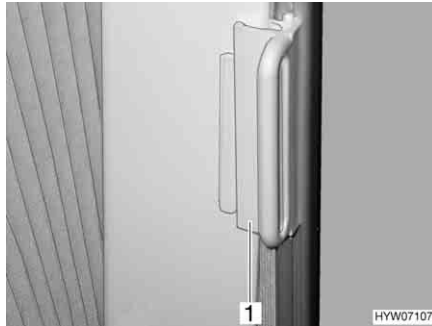

Fig. 22 Bloccaggio delle tendine oscuranti pieghevoli per il finestrino del conducente/passeggero
- Spingere le tendine oscuranti pieghevoli per il finestrino del guidatore e del passeggero sul sopralzo con l'impugnatura (Fig. 22,1). La tendina oscurante pieghevole è ora bloccata.